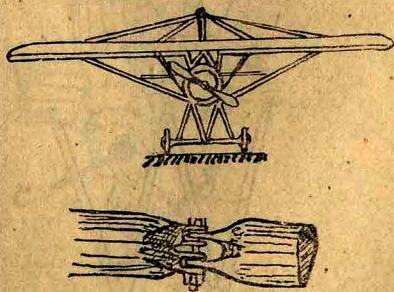

Рис. 192.
- 2) шасси с полуосями, ось которых состоит из двух половин, соединяющихся шарнирно (рис. 192). Каждое колесо в отдельности работает на одну половину оси;
резиновый амортизатор, крепятся кронштейны. Колеса одеваются на концы осей и крепятся при помощи колпачков, последние же законтриваются на оси сквозными болтами, на которые навинчивается гайка и одевается шплит. Шасси с полуосями были показаны на рис. 192. Оси, состоящие из двух полуосей, соединяются в середине обтекателя болтом шарниро, иногда этот же узел крепления бывает общим в системе раскосных шасси (устройство которых идет ниже).